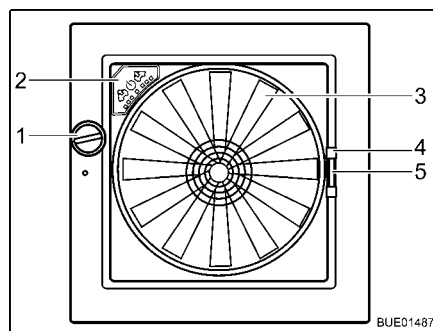

Fig. 115 Oblò Omni-Vent
- Ruotare la manopola (Fig. 115,1), finché non si raggiunge l'angolo di apertura desiderato.
- Ruotare la manopola (Fig. 115,1), finché l'oblò non è completamente chiuso.
- Tirare la protezione contro gli insetti per la maniglia (Fig. 115,4) verso il lato opposto del telaio.
- Serrare la maniglia (Fig. 115,5) dell'oscurante.
- Ventilatore** Se l'oblò è aperto, l'abitacolo può essere ventilato e sfiato con il ventilatore a 6 stadi (Fig. 115,3). Il ventilatore si controlla dal quadro di comando (Fig. 115,2).